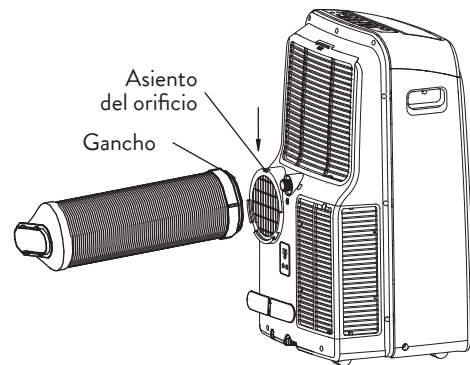

Fig. 13
2. Reinsertar el gancho de la manguera de escape dentro del asiento del orificio de la salida de aire y deslizar la manguera de escape a lo largo de la dirección de la flecha (Ver Fig. 13) para la instalación.